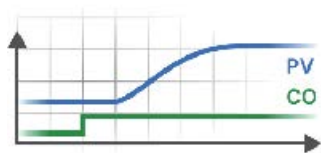

Рис. 3. «Кривая разгона»
- ▶ ступенчатое изменение управляющего воздействия в разомкнутом контуре — снятие так называемой «кривой разгона» (рис. 3);